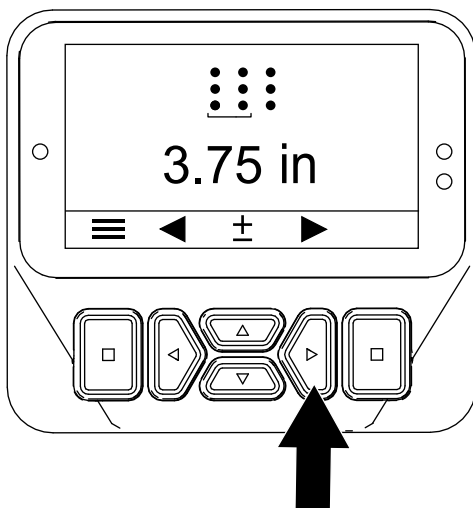

Figura 48
5. Pulse el botón derecho para mostrar la pantalla Setting the Hole Spacing (Ajuste del espaciado de las perforaciones) (Figura 48).
6. Pulse el botón derecho para mostrar la pantalla Setting the Tine Diameter (Ajuste del diámetro de los taladros) (Figura 48).